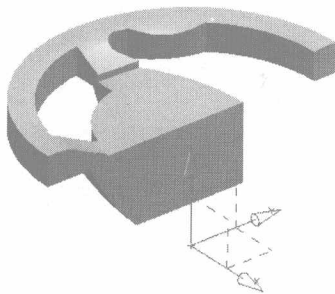

图1-15
- (4) 在【限制】栏中设置【终点】的拉伸方式为【贯通】。
- (5) 在【布尔】栏中设置布尔运算方式为【求差】，单击 **确定** 按钮创建拉伸切除特征，如图 1-15 所示。